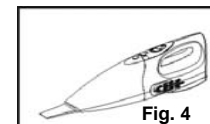
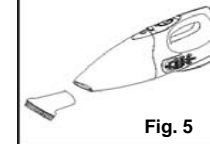

Fig. 4
Fig. 5
3. Pour fixer le suceur plat ou la brosse à épousseter à l'aspirateur à main, pressez l'accessoire dans l'orifice de succion se trouvant devant la coupelle à poussière. (Fig. 4 et Fig. 5)